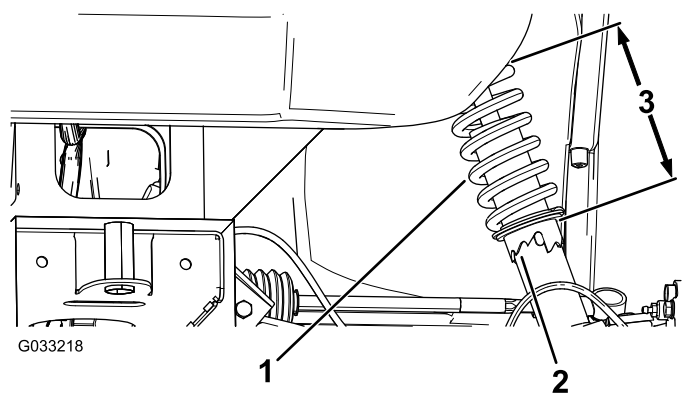

Figura 57
2. Se o alinhamento da roda estiver desalinhado, utilize a chave de aperto para rodar o anel na mola amortecedora para alinhar a roda (Figura 57).